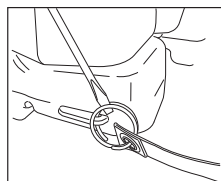

Figure 2.
- Utilisez un tournevis à lame plate pour écarter les anneaux à l'extrémité des bandoulières. Insérez les anneaux dans les trous des languettes de la base du réservoir. Tournez l'anneau jusqu'à ce qu'elle traverse complètement les trous. Assurez-vous que les sangles ne soient pas tordues. **Voir la figure 2.**